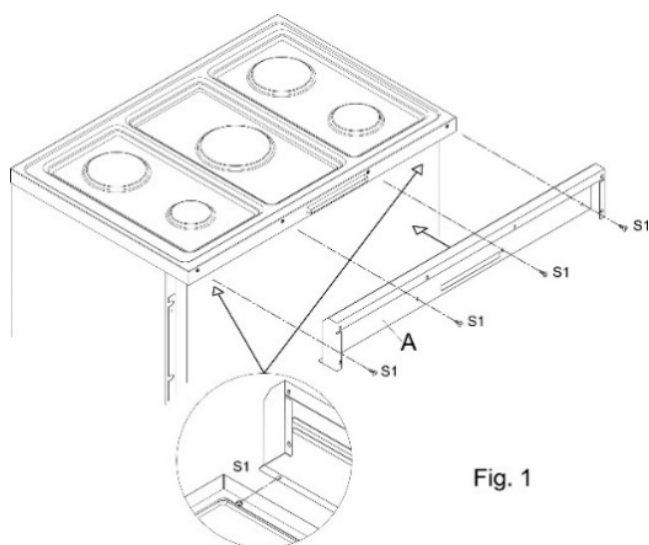

Fig. 1
2. Placez la protection arrière sur la plaque de cuisson en correspondance avec les références et fixez les vis S1 et S2 comme sur la fig.1.